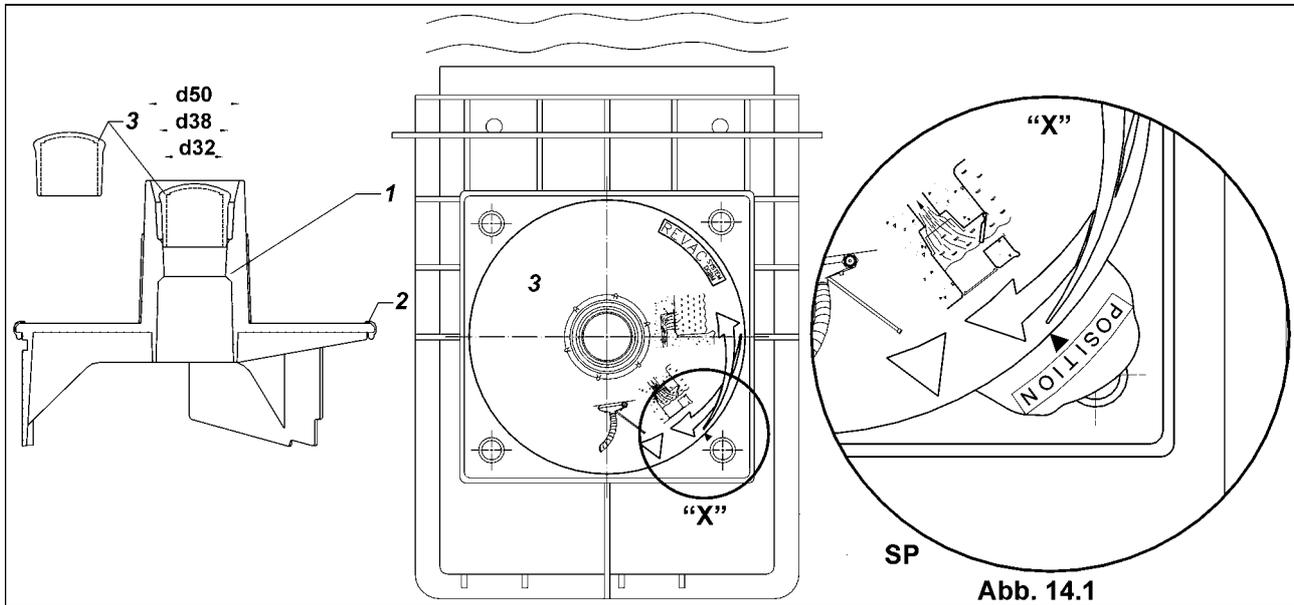

Abb. 14.1
2.7 Das REVAC-Reguliersystem Art. 103003 für Skimmer VS30 (Abb. 14.1 und 14.2)